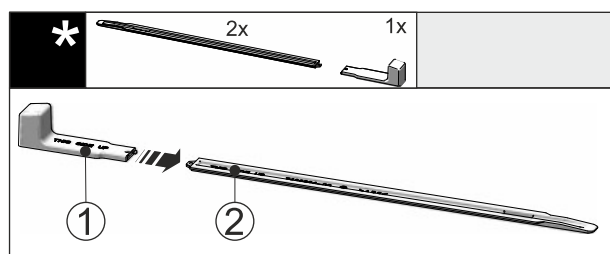

Fig. 46
- Montážní úchyt Fig. 46 (1) připevníte k nivelační liště Fig. 46 (2).